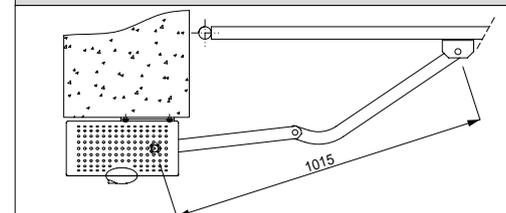

Рис. 9
Расположите ручку разблокировки «А», как показано на рис.9., на детали «В», предварительно смонтированной на крышке привода. Введите адаптер «С» в деталь «Д» с разблокировочным зубцом. **ВНИМАНИЕ:** в зависимости от левого или правого расположения двигателя, вставляйте адаптер «С» и располагайте деталь «D» как показано на рис.9.
**ВНИМАНИЕ: Зубец разблокировки детали «D» должен входить в ручку разблокировки, как показано на рис.9б. В противном случае будет невозможно разблокировать привод.**
Убедитесь, что деталь «D» находится в горизонтальном положении (рис.9б) и закройте крышку как показано на рис.9с.
Рис. 9с